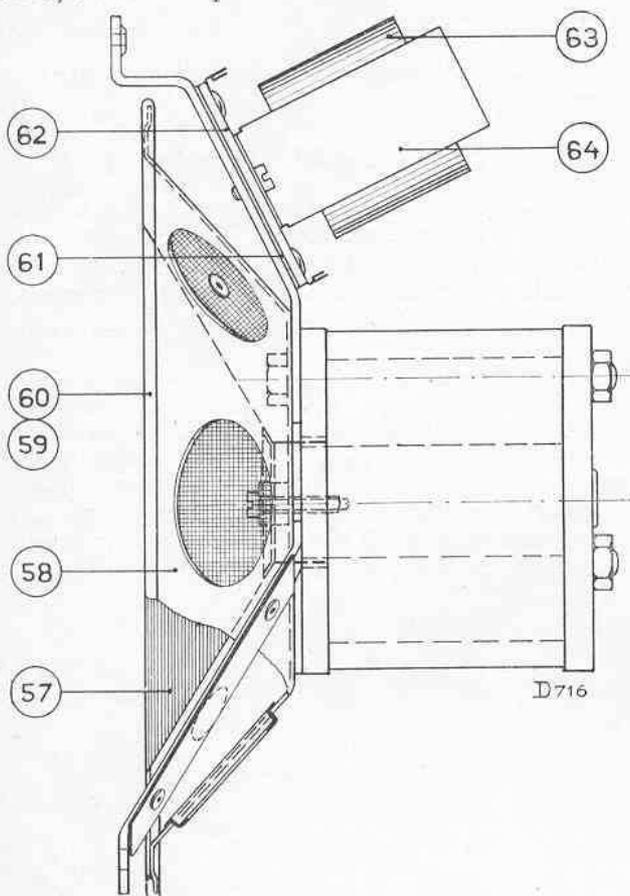

Fig. 5
- la plaque d'avant et celle d'arrière (fig. 5) ne soient en aucun cas retirées de l'aimant, ceci pourrait occasionner son affaiblissement.